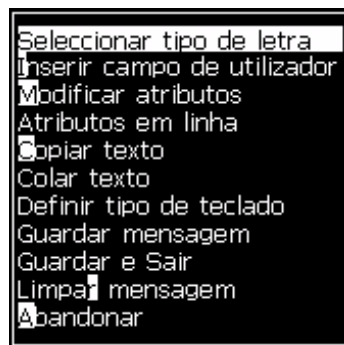

Figura 5-9: Menu Editor
- 1 Pressione as teclas *Alt+E*, ou pressione *F1*. O menu *Editor* aparece (veja Figura 5-9).